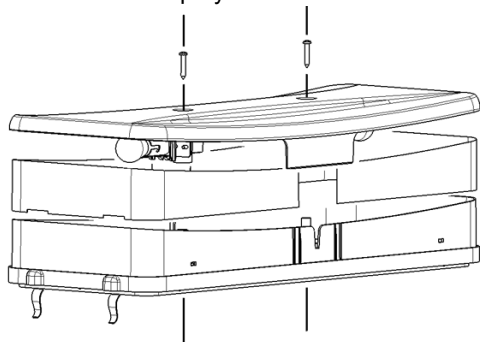

figura 10
**1** Substitución de las lámparas de la tapa luminosa (ver figura 10):